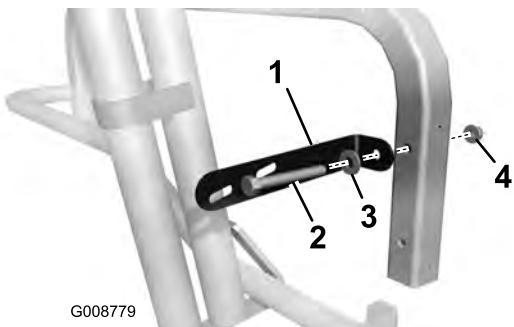

Figura 8
- Monte provisionalmente la pletina de refuerzo al tubo de la unidad de tracción con un perno de 3/8 x 2-1/2 pulgadas, una arandela y una tuerca con arandela prensada (Figura 8).